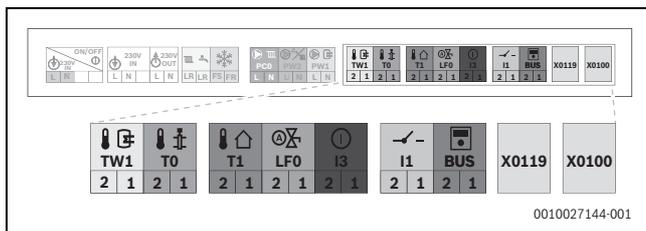

Bild 115 Niederspannungsbereich: Klemmleiste
- ▶ Kabel an der Klemmleiste für externes Zubehör (→ Bild 114 und Bild 115) anschließen.